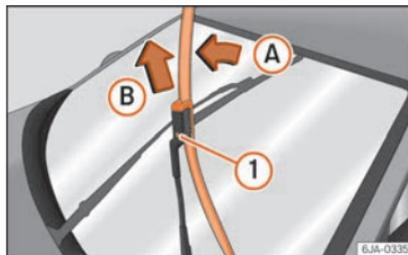

Fig. 70 Spazzole dei tergicristalli.
- Rimuovere il braccio del tergicristallo dal cristallo muovendo leggermente la spazzola nel senso del braccio - freccia **A** » » » **fig. 70**.
- Con l'altra mano sbloccare la sicurezza ① ed estrarre la spazzola nel senso della freccia **B**.